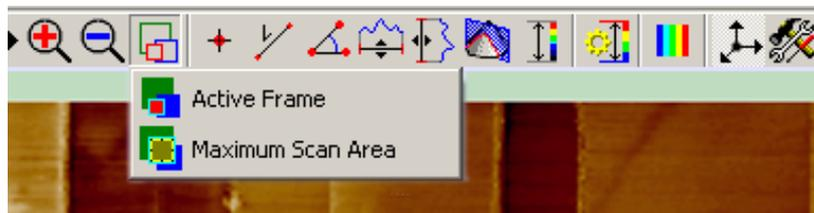

Рис. 10-27
- a. На панели инструментов окна просмотра сканированных изображений щелкните на кнопке выбора области сканирования (Рис. 10-27). Выберите в раскрывающемся списке пункт **Active Frame**. При этом сканированное изображение будет занимать всю возможную область выбора сканирования.